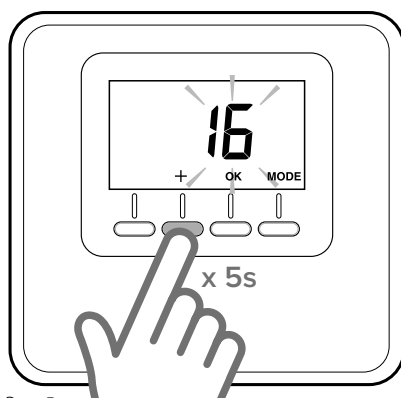

Рис. 5
- Нажмите и удерживайте в течение 5 секунд кнопку «+» на регуляторе температуры в помещении (Рис. 5). На дисплее попеременно отображаются версия программного обеспечения и код модификации.